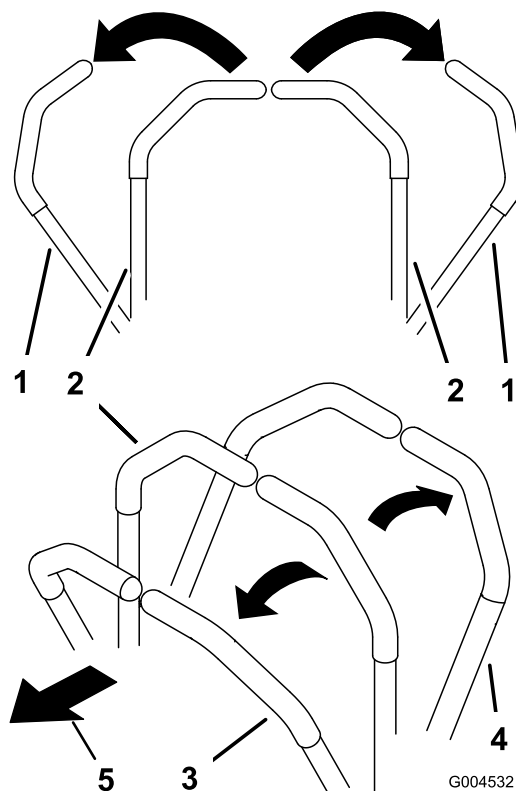

Figura 19
1. Desloque as alavancas de controlo do movimento (Figura 19) para fora para a posição de bloqueadas em ponto-morto.
- Para andar a direito para a frente empurre as alavancas de controlo do movimento para a frente (Figura 19).
- Para andar a direito para a frente puxe as alavancas de controlo do movimento para trás (Figura 19).
- Para ligar, desacelere a máquina puxando para trás ambas as alavancas e depois empurrando para a frente a alavanca do lado oposto daquele que quer virar (Figura 19).